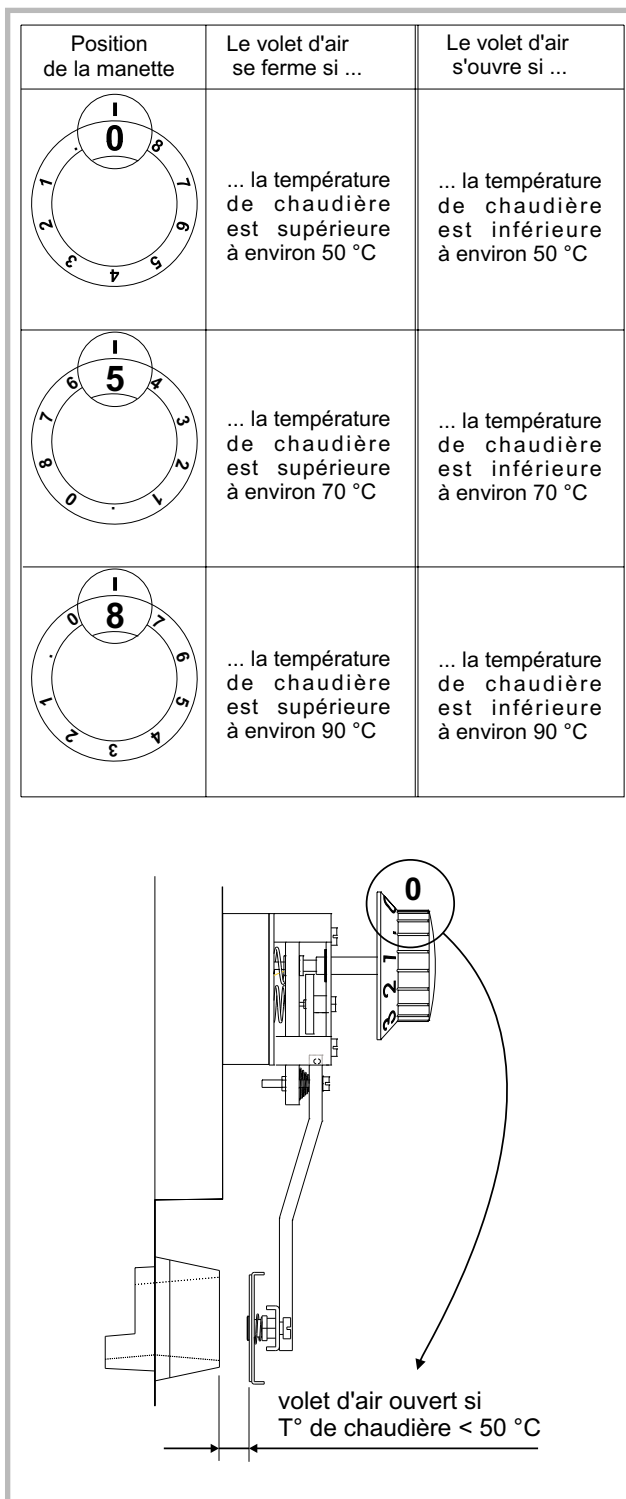

Figure 12 - Fonctionnement du volet d'admission d'air
- Vérifier le bon fonctionnement du volet d'admission d'air (fig. 12) commandé par le régulateur d'allure, pour ce faire enlever l'écran de protection en façade.